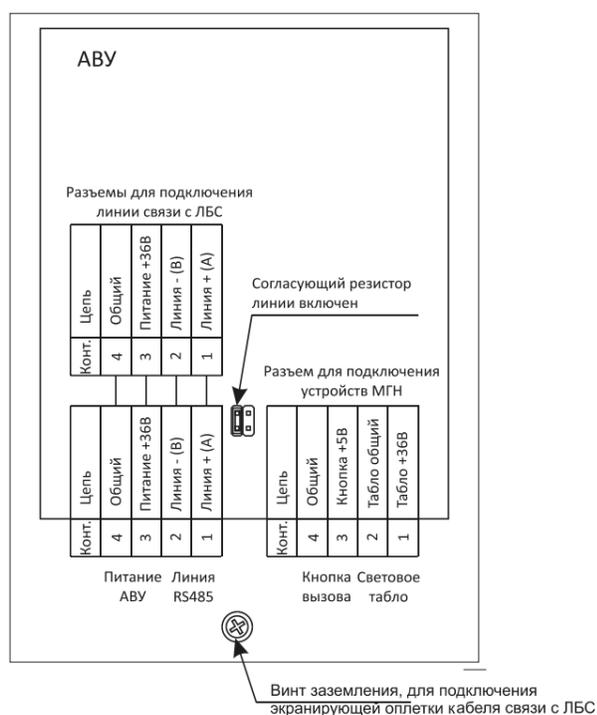
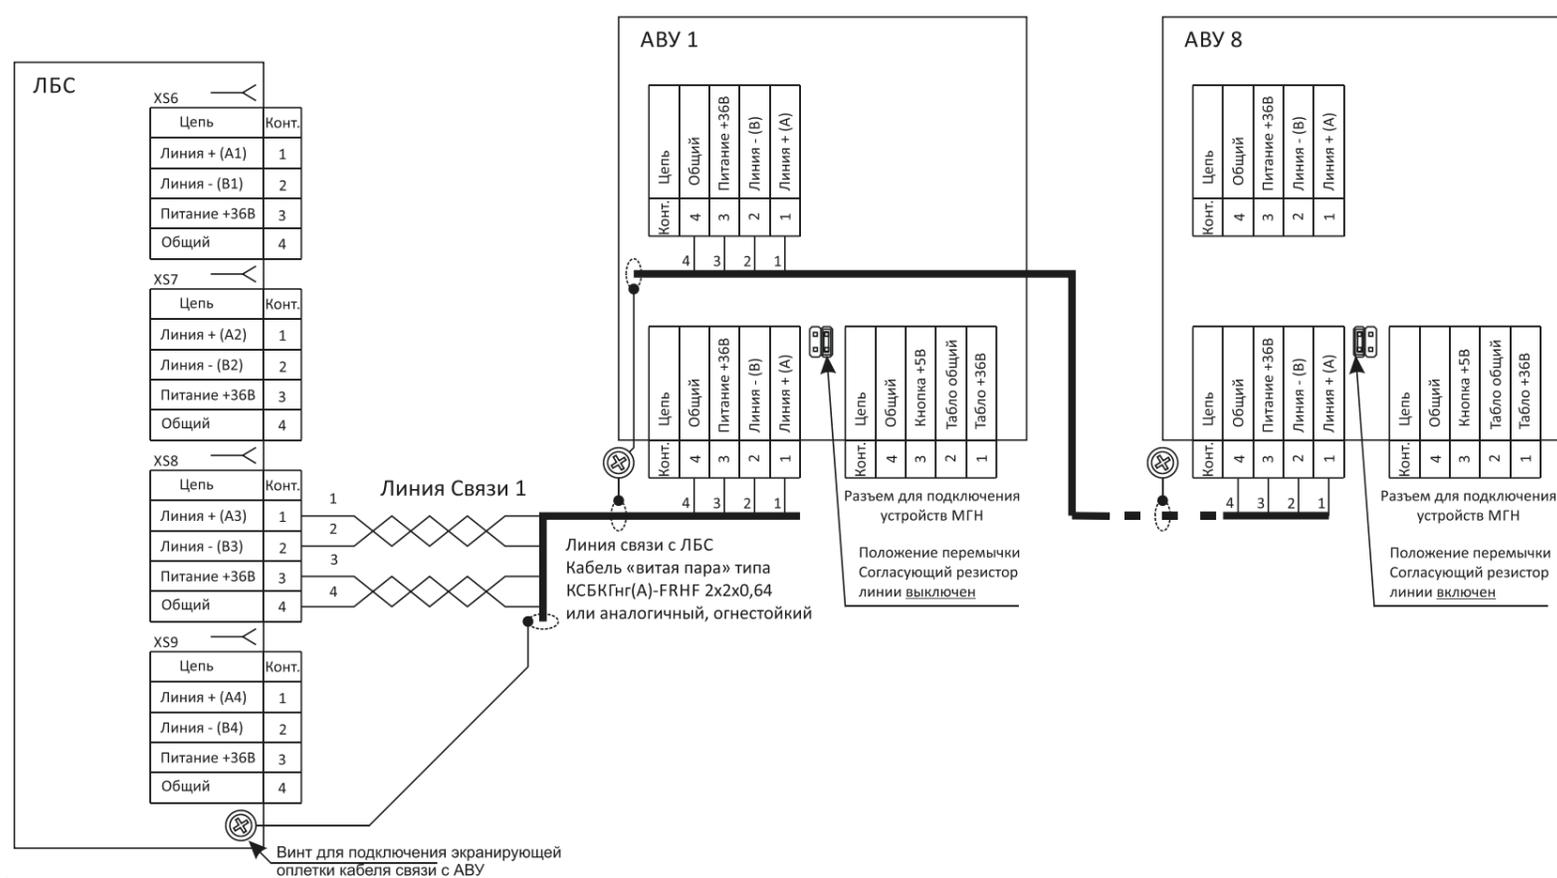

Рис. 2
Рис. 3
2. Подвести кабель связи от блока Тромбон – СОРС-ЛБС и с помощью специального инструмента разделить его на клеммную колодку согласно схеме подключения (Рис. 2, Рис. 3).